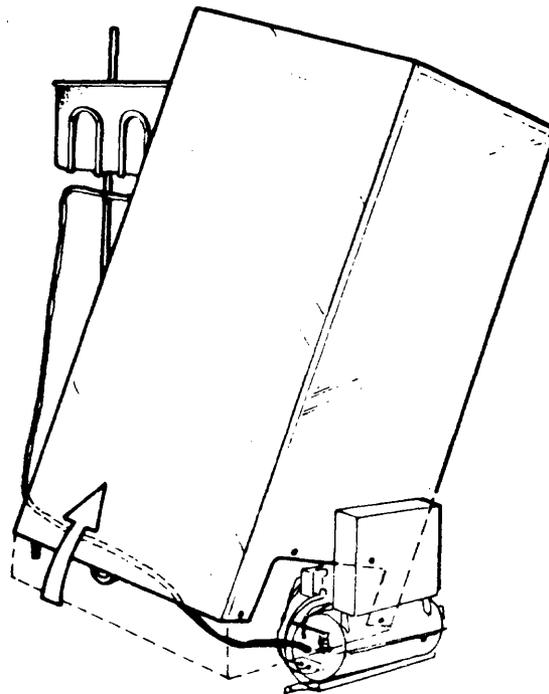

Fig. 6
- b Inclíne el gabinete lateralmente (fig. 6).